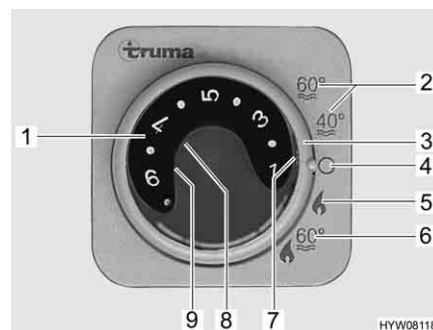

Fig. 189 Unité de commande pour chauffage/chauffe-eau
- Régler le mode de régime à l'aide de l'interrupteur tournant (Fig. 189,3).
Le chauffage règle le degré d'allumage automatiquement en fonction de la température ambiante requise. Une fois que la température ambiante désirée est atteinte, le brûleur s'éteint. En mode "Chauffage et chauffe-eau" (Fig. 189,6) l'eau est également chauffée dans le chauffe-eau. Il est possible de faire fonctionner le chauffage en mode "Chauffage sans chauffe-eau" (Fig. 189,5) et le chauffe-eau vide.
- Régler le bouton tournant de température (Fig. 189,1) de l'unité de commande sur la température de chauffage désirée.
- Régler l'interrupteur tournant (Fig. 189,3) en régime hiver "Chauffage sans chauffe-eau" (Fig. 189,5) ou en régime hiver "Chauffage et chauffe-eau" (Fig. 189,6).
Le voyant de contrôle vert (Fig. 189,7) s'allume.
- Régler l'interrupteur tournant (Fig. 189,3) sur "O" (Fig. 189,4).
La combinaison régime au gaz et régime électrique 230 V permet de raccourcir la période de chauffage du véhicule (uniquement possible lorsque le chauffage sur l'unité de commande (Fig. 189) est réglé sur régime hiver).